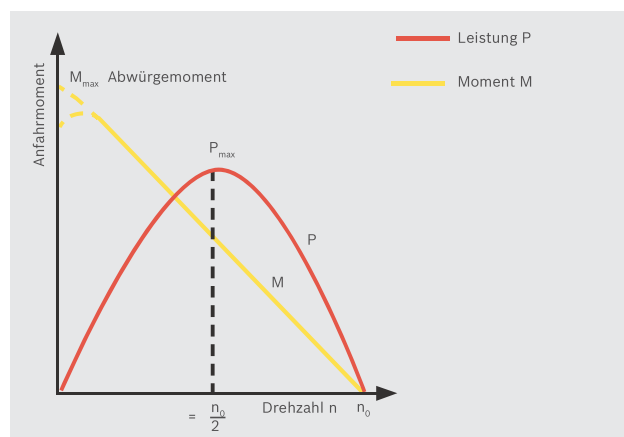

Abb. 1 Kennlinien eines Druckluft-Motors
- ▶ Der Druckluft-Motor hat für unterschiedliche Anwendungen ein stets günstiges Drehmomentverhalten. Mit zunehmender Belastung und sinkender Drehzahl steigt das Drehmoment bis zu einem Maximum bei Stillstand an (Abb. 1) – dies wird z. B. bei Schraubern ausgenützt.